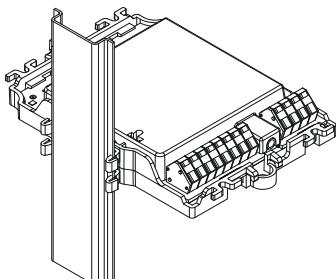

Fig. 1
- On a top hat rail (Fig. 1)
2. Push the input module with the mounting feet against the top hat rail until the mounting feet engage (Fig. 1).
- Auf einer Hutschiene (Fig. 1)
2. Drücken Sie den Eingabebaustein mit den Montagefüßen gegen die Hutschiene, bis diese einrasten (Fig. 1).
- Sur un profilé (fig. 1)